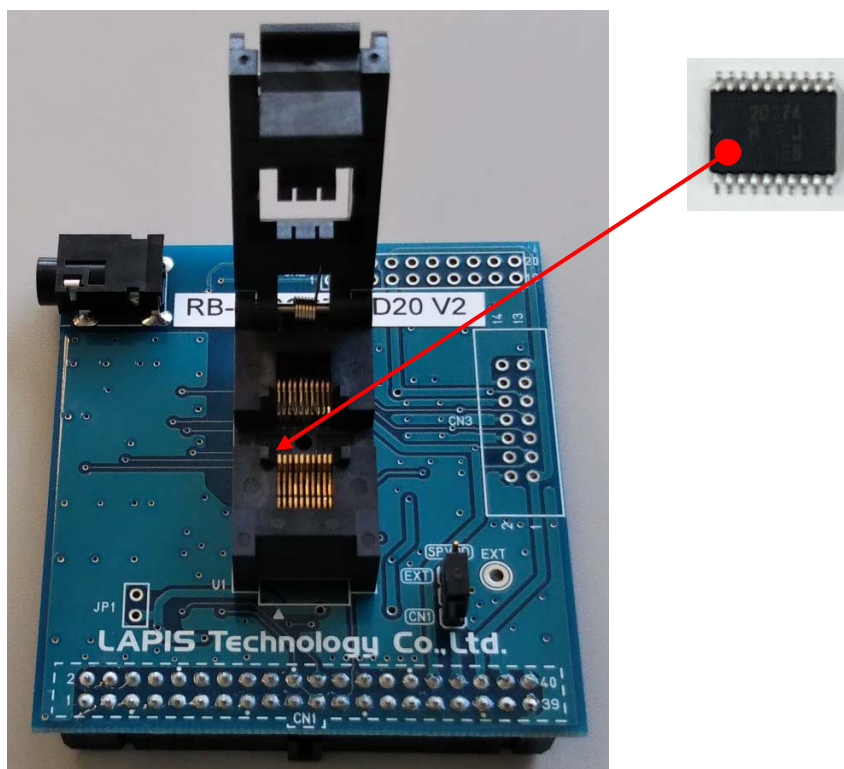

図 1 外観
- 本ボードに音声合成 LSI をセットする際には、電源を切った状態で行ってください。1 ピンはソケット開口部に対して向かって左下、基板シルク ▲ の位置です。音声合成 LSI のセット方向を図 1 に示します。